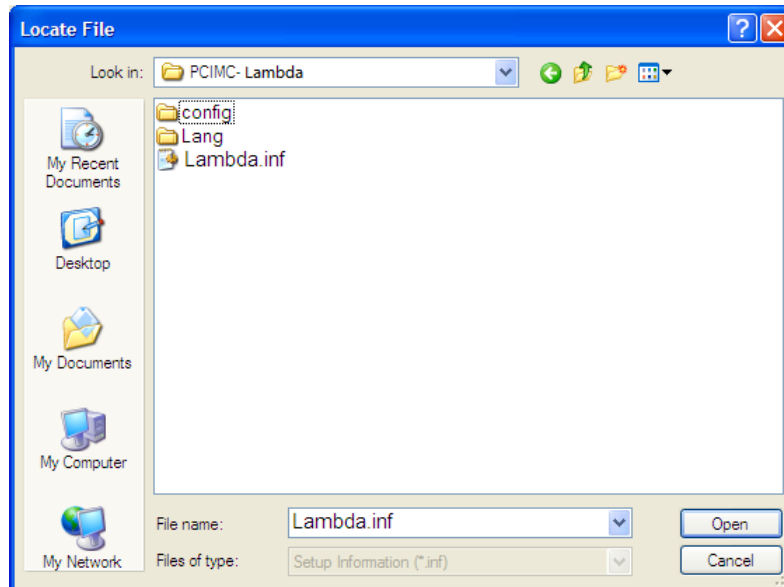

Рис. 1-12 Выбор драйвера оборудования
6) В диалоговом окне «Найти файл», как показано на рис. 1-12, выберите целевой аппаратный диск в списке, выберите целевой файл «Лямбда.inf» в каталоге «C:\Program Files\Naiky\PCIMC-Lambda», принимая PM85A в качестве примера.